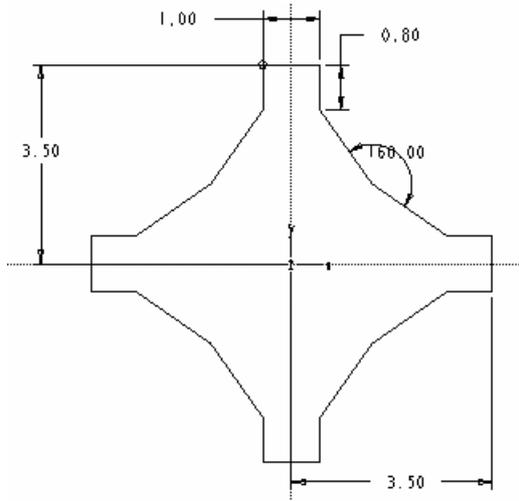

图 33-10
(9) 单击草绘工具栏中的  按钮，完成第 1 个截面的绘制。
(10) 在消息输入窗口中明确截面 2 绕 x 轴、y 轴、z 轴的旋转角度为 0。
(11) 系统再次进入草绘工作环境，以绘制第 2 个截面。如图 33-10 所示，绘制一参照坐标系，然后与绘制第 1 个截面的方法类似，绘制第 2 个截面。